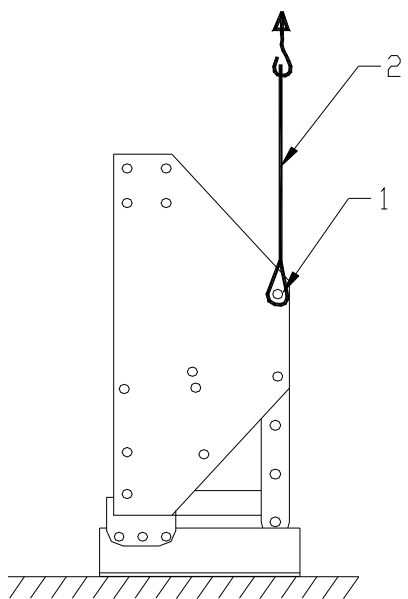

Fig. 1.
De machine wordt geleverd op een pallet. Ga als volgt te werk om de machine achter een tractor te installeren (zie fig. 1, 2, 3, 4, 5, en 6).
2. Bevestig een kabel 2 van $\pm 3,5$ mtr (11") met D- schalmen in de gaten 1 aan beide zijde van de machine, zie fig. 1.
@ De positie van de rotor bladen en de positie van de rotor in het hoofdframe is cruciaal voor het uiteindelijke werk. Controleer dit voorzichtig aan de hand van fig. 1 t/m 6 en hoofdstuk 12.